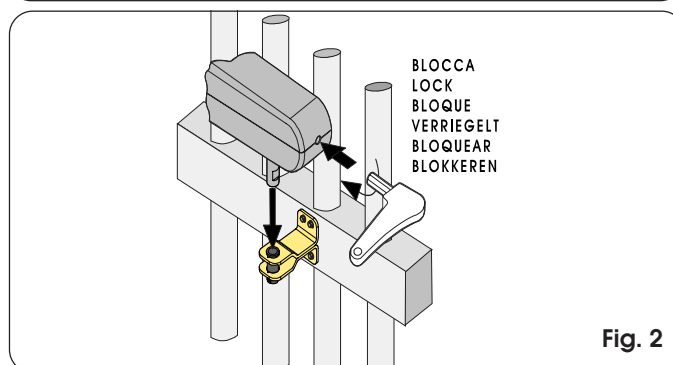

Fig. 2
- de aandrijving weer op de voorste bevestiging steken (Fig. 2);